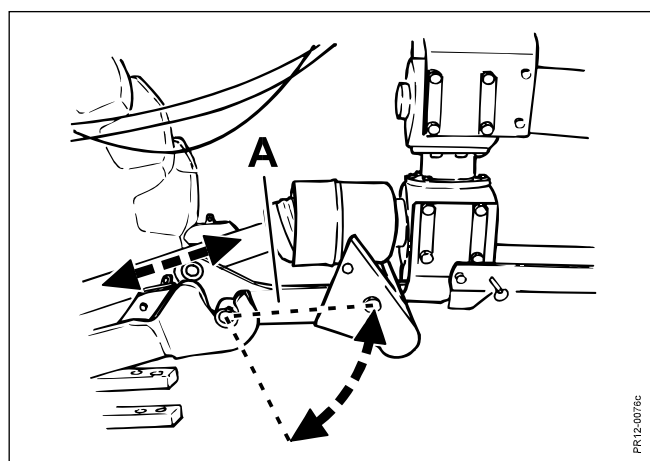

Рис.2-5
- Рис. 2-5**
- перекрытие более 200 мм в любом положении (в случае если предохранительная система (амортизаторы системы TOP SAFE) сработает при столкновении о камни, см. Рис. 2-5).